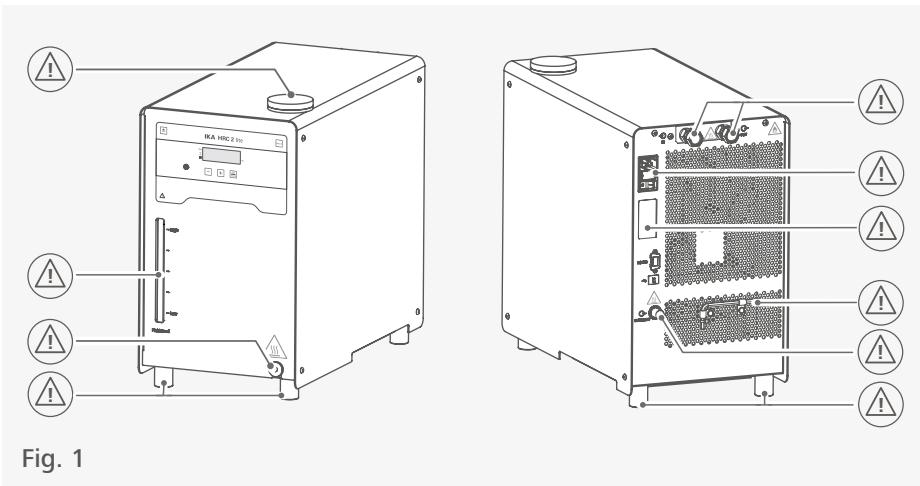

Fig. 1
- › Prestare attenzione ai punti contrassegnati nella Fig. 1.